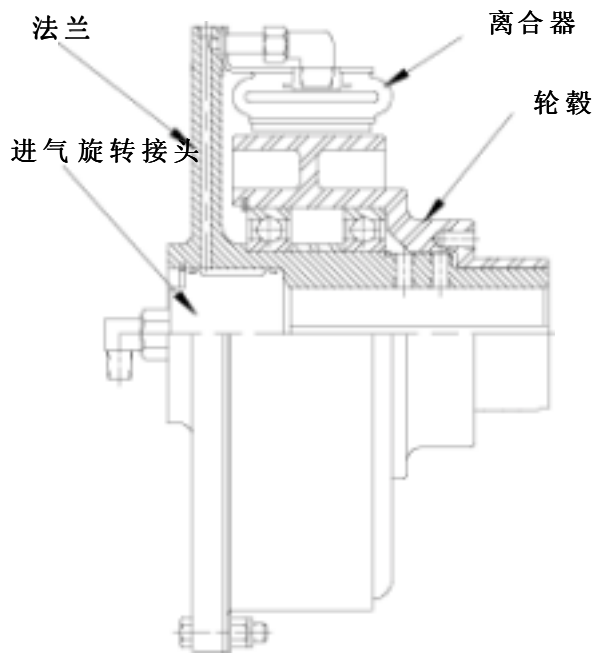

图 5
2.1.4 Airflex 提供几种 CB 型离合器的经济安装方式。图 5 显示了 Airflex 滑轮离合器，该离合器包括一个内置进气旋转接头和密封滚珠轴承。该类型离合器可使用多种型号的滑轮。